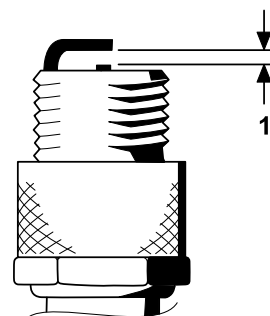

Рисунок 35
4. Установите зазор между центральным и боковым электродами на 0,76 мм, как показано на Рисунок 35.